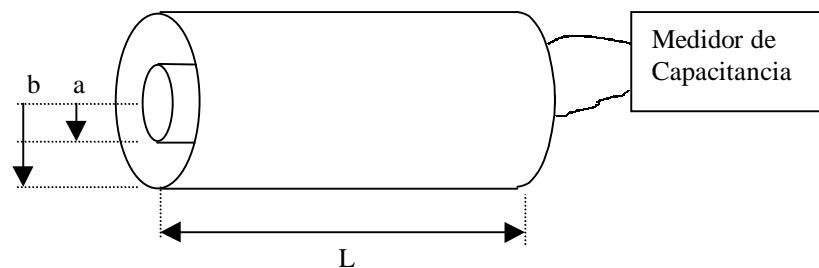

Figura 2
7.- Formar un capacitor con dos cilindros concéntricos y dieléctrico de aire como se muestra en la figura 2. Calcular el valor teórico de la capacitancia, medirla con el puente de impedancias y comparar los valores.